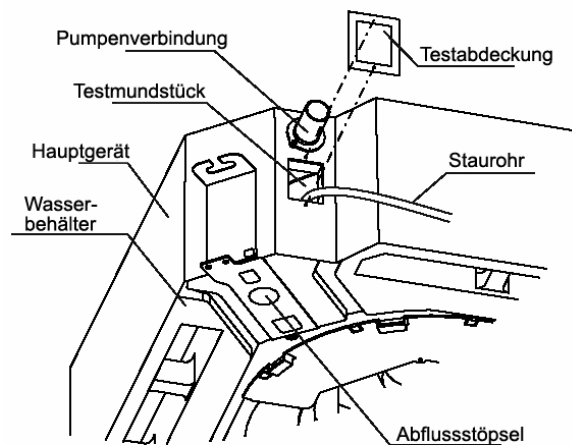

Abb. 30
- 1) Entfernen Sie die Testabdeckung und stauen Sie mithilfe des Staurohres Wasser bis auf 2000 ml im Wasserbehälter an. (Siehe Abb. 30)